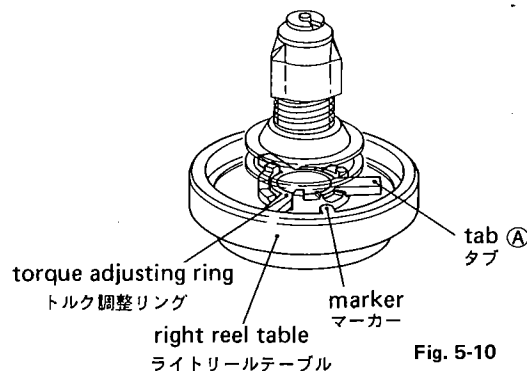

Fig. 5-10
4. If the take-up torque is still out of the limits, adjust the torque adjusting ring provided on the right reel table. The torque can be adjusted to three values as shown in Fig. 5-10. Turn the torque adjusting ring with the tab (A), pulling slightly upward, and place the tab on one of three stepped portions having pawls to fix the tab.
4. もしテイクアップ・トルクが更に規定値から外れている場合は、右リール台のトルク調整リングを回して調整する。トルクは図5-10に示すように3段階に調整できる。リール台のマーカのある部分だけ段階部分にツメが設けられているので、調整時にはタブAを持ち上げるようにしてトルク調整リングを回す。